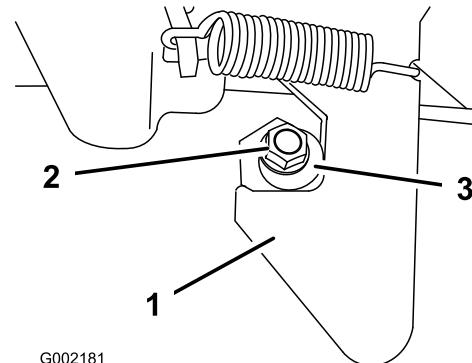

Bild 25
- Lösen Sie die Mutter am Ende des Verriegelungspostens (Bild 25).
- Drehen Sie den Verriegelungsposten nach rechts, bis er am Riegel anliegt. Ziehen Sie dann die Mutter fest (Bild 25).